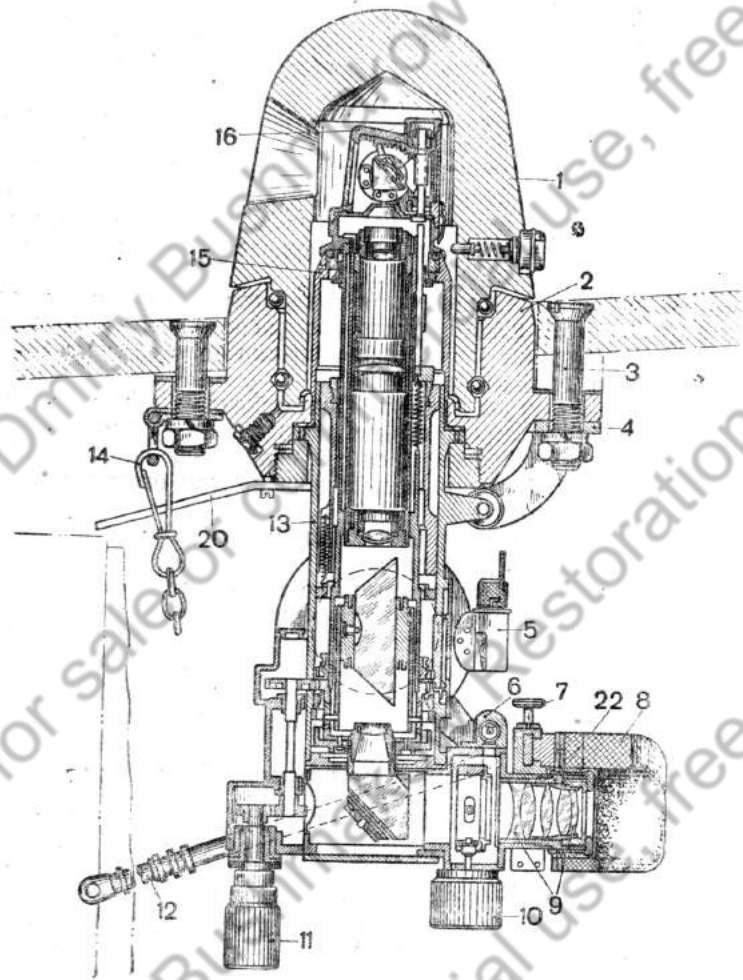

Рис. 68. Танковый перископ
Состоит прицел из следующих частей: корпуса 13 (рис. 68), головки 16, опорного кольца головки, маховичка кругового обзора 11, шкалы горизонтальных углов 21, стопора механизма кругового обзора, рычага углов местности 12, корпуса окуляра 22 и патронов 5, 6 для ламп освещения шкал.
3. Передвинуть вертикальную нить перекрестия маховичком 23 (рис. 68) на величину боковой поправки.
1. Отвинтить установочный винт запорного кольца и с помощью его рукоятки повернуть запорное кольцо на $1/16$ оборота (на 20—25°), для того чтобы поворачивать прицел в установочном стакане (рис. 68).